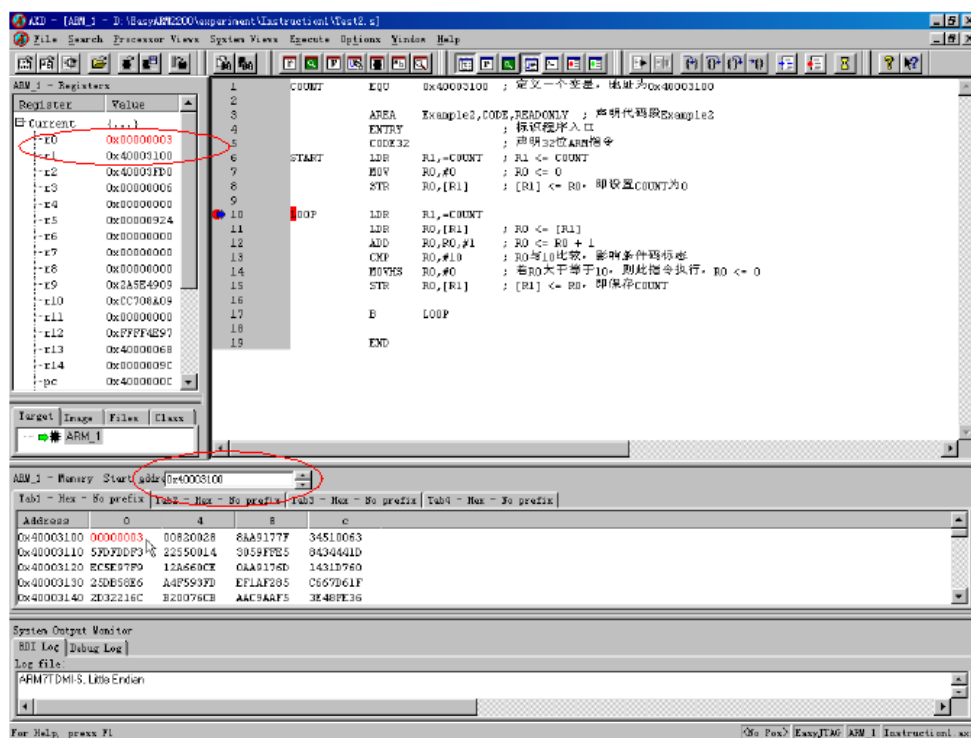

图 1.7 汇编实验程序运行结果
6. 可以单步运行程序，可以设置/取消断点，或者全速运行程序，停止程序运行，调试时观察寄存器和 0x40003100 地址上的值。运行结果见图 1.7。